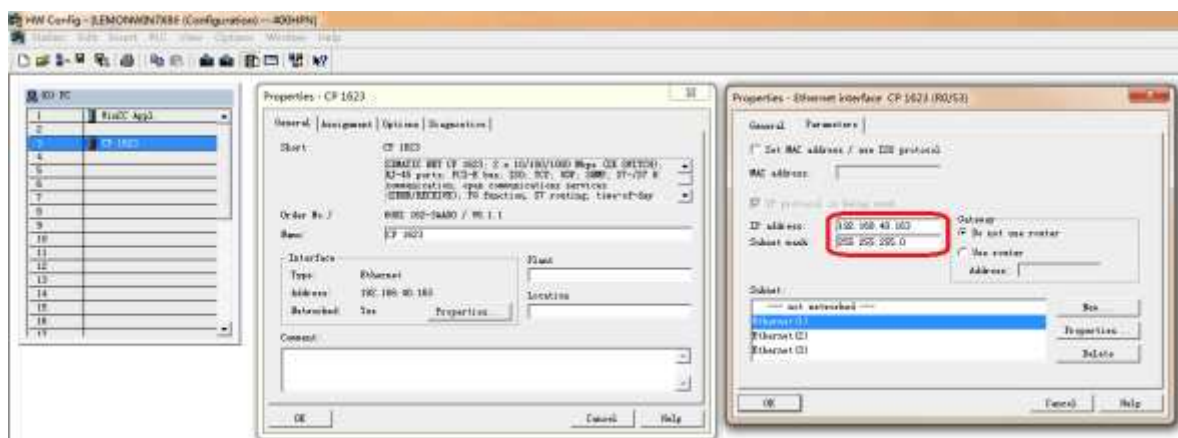

图4
(B) 在PC Station中添加WinCC Application和CP1623，设置CP1623的IP地址为192.168.40.163，本例中仅使用一块CP1623和S7-400H PN通信，如图4所示。